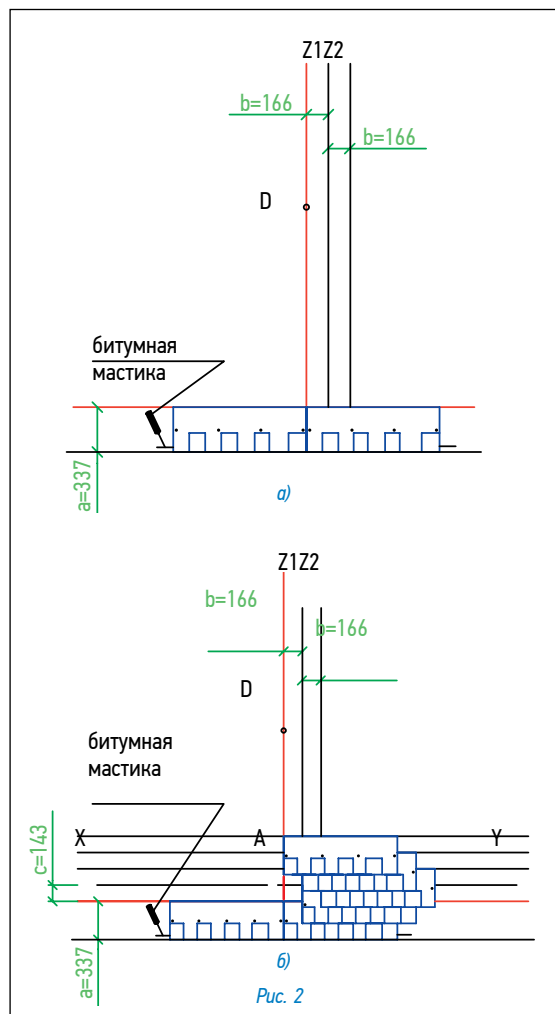

Рис. 2
### Укладка материала (рис. 2)
- первый ряд черепицы укладывается от линии AD (рис. 2а);
- второй ряд укладывается от линии Z1 (со смещением 16,6 см от AD) (рис. 2б);
- третий ряд укладывается от линии Z2 (со смещением 16,6 см от Z1) (рис. 2б);